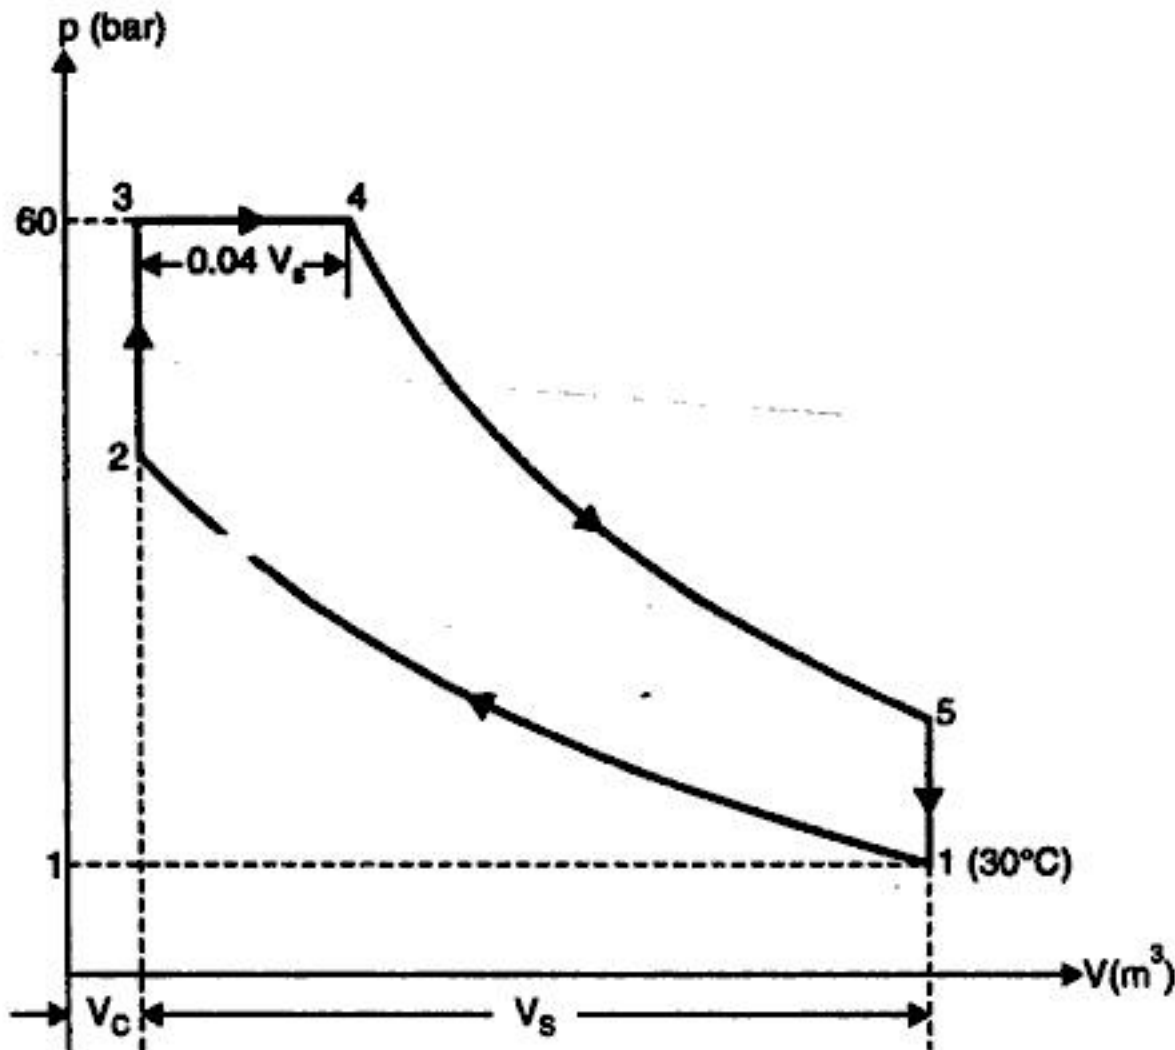

Fig. 3.21
**Solution.** Refer Fig. 3.21.